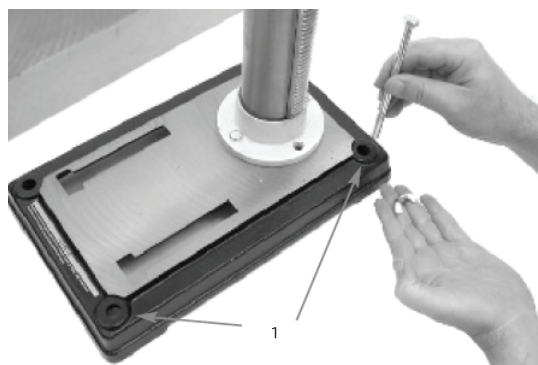

Рис. 11.
Монтажная поверхность должна быть плоской и ровной. При необходимости следует использовать подкладки или опоры. Во избежание опрокидывания и для снижения вибрации необходимо прикрутить станок к полу или столу болтами в предусмотренных для этого монтажных отверстиях (1) (рис. 11). Затянуть все гайки и болты, которые могли ослабнуть во время транспортировки.